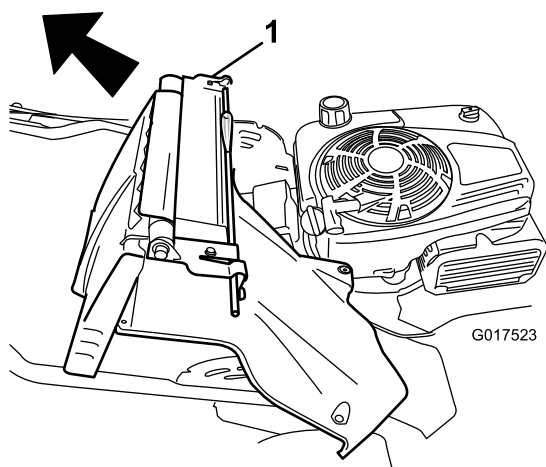

Figura 37
7. Rimuovete il gruppo leva del blocco della maniglia e sportello posteriore (**Figura 37**).